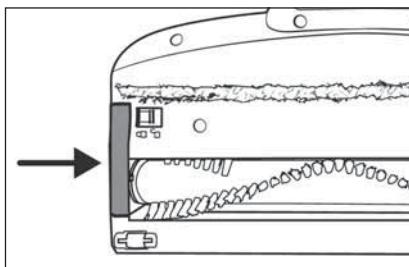

Abb. 27
- 6) Setzen Sie den Bürstenrollenhalter 19 wieder in die Bodenbürste 21 ein. Drücken Sie ihn nach unten, bis er mit einem Klickgeräusch in die Bodenbürste 21 einrastet (siehe Abb. 27).